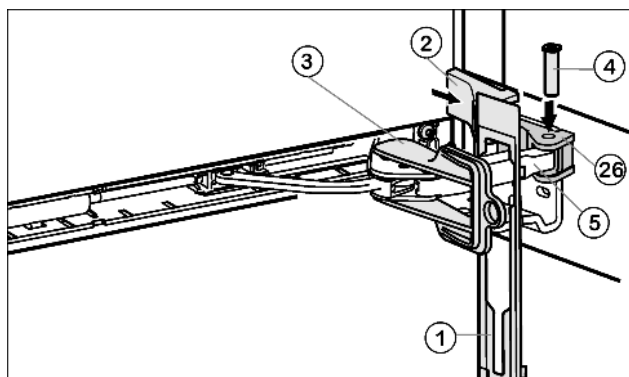

Fig. 10
- ▶ Założyć przesłonę Fig. 10 (1) na pałąk amortyzatora, aby zatraski były skierowane do przodu, a strona przednia – w stronę urządzenia.
- ▶ Dociągnąć pałąk amortyzatora Fig. 10 (5) do płytki łożyska Fig. 10 (26) i wetknąć z powrotem sworzeń Fig. 10 (4) od góry, aby czop kwadratowy osiadł w zagłębieniu.
- ▶ Założyć i zaczepić osłonę Fig. 10 (2).
- ▶ Zdjąć zabezpieczenie Fig. 10 (3) przez obracanie.
- ▶ Zazębnić zaślepkę Fig. 10 (1) w drzwiach.